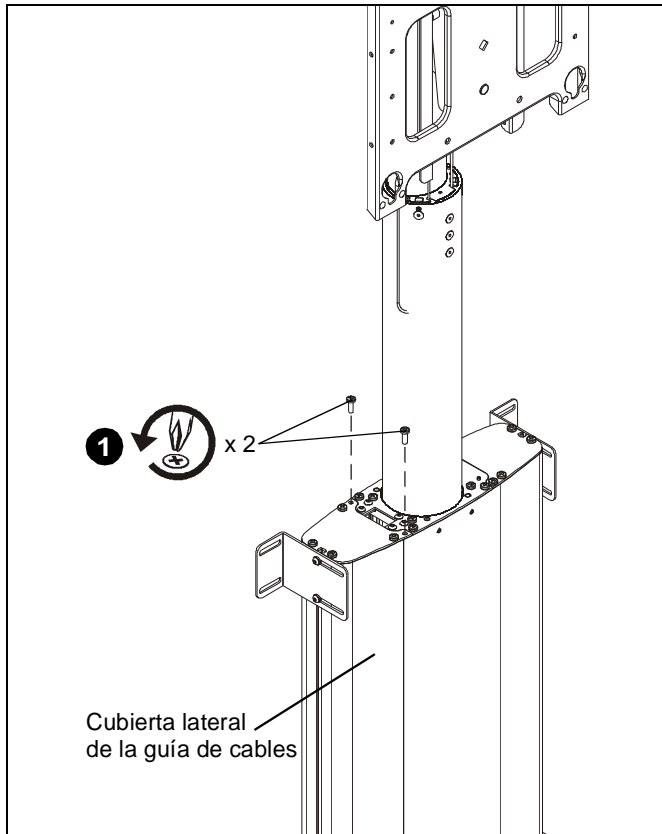

Figura 17
2. Aparte los tornillos para utilizarlos luego. (Consulte la Figura 17)